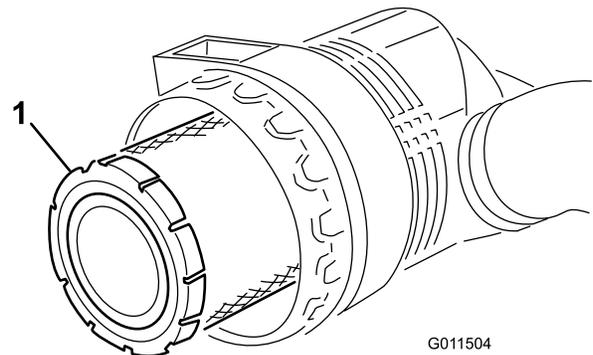
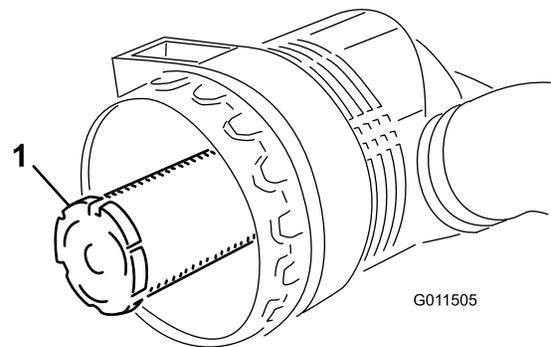

Figura 50
Figura 51
3. Togliete il filtro primario dell'olio (Figura 50). Si sconsiglia la pulizia dell'elemento usato, per evitare il rischio di danneggiare l'elemento filtrante. Controllate il filtro nuovo e accertatevi che non sia stato danneggiato durante la spedizione, in particolare l'estremità di tenuta del filtro ed il corpo. Non usate l'elemento se è avariato. **Non** togliete il filtro di sicurezza (Figura 51).
Importante: Non cercate mai di pulire il filtro di sicurezza (Figura 51). Sostituitelo con uno nuovo ogni tre revisioni del filtro primario.
4. Sostituite il filtro primario dell'olio (Figura 50).